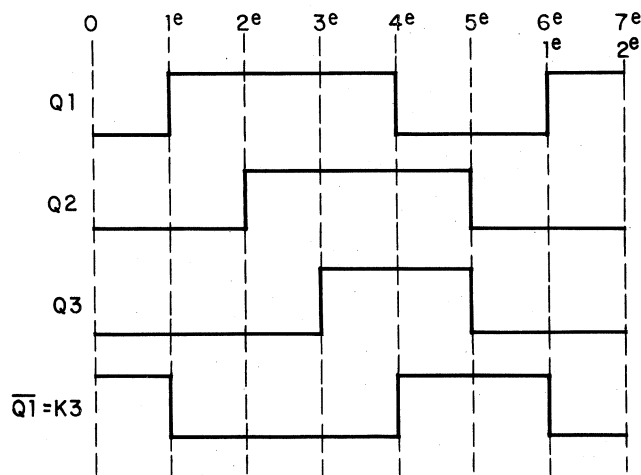

Fig. 3-12
- Fonctionnement en modulo 5 (PE = 0) (voir diagrammes Fig. 3-12)